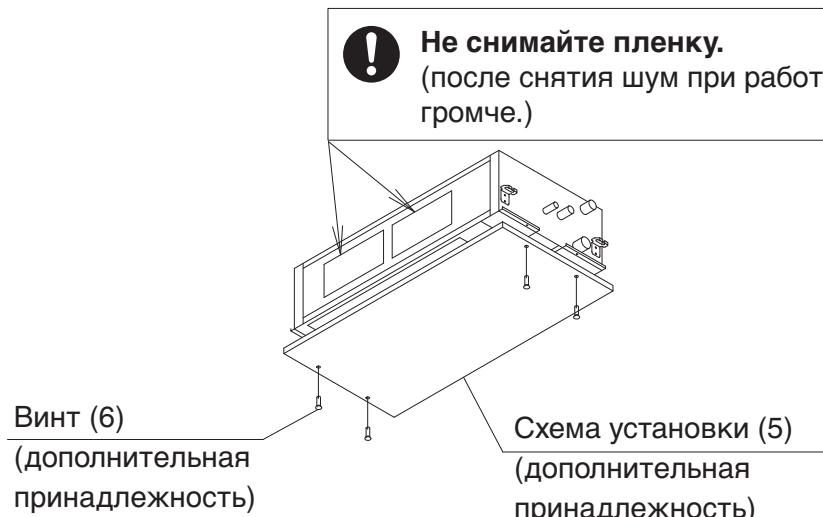

Рис. 4
- Воспользуйтесь схемой установки (5) в сопоставлении с размерами проема в потолке. Проверьте высоту нижнего края потолка от пола у строителей.
- Центр потолочного проема указан на схеме установки (5).
- Поместите схему установки (5) внизу внутреннего блока с четырьмя винтами (6). (См. Рис. 4)